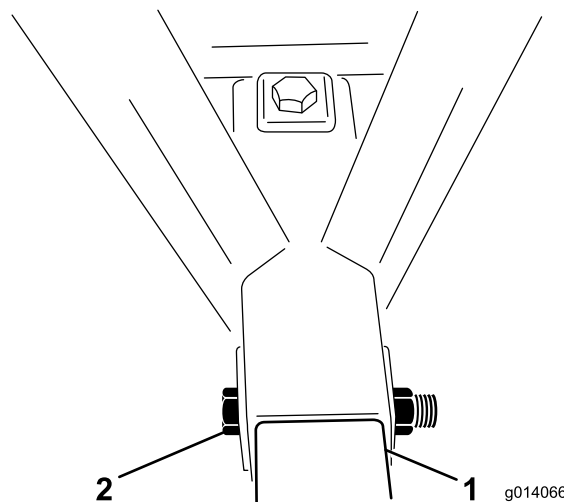

Figura 4
5. Coloque um parafuso de 1 x 6-1/2 pol. através da estrutura e tubo de engate e instale uma porca de bloqueio (Figura 4).
6. Coloque o segundo parafuso 1 x 6-1/2 pol. através da parte superior da estrutura e para baixo através do tubo de engate. Instalar a porca de bloqueio (Figura 4).